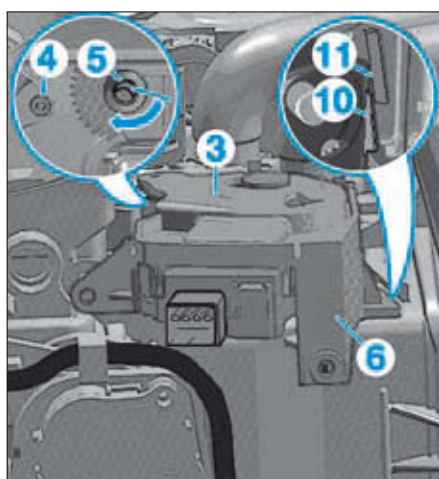
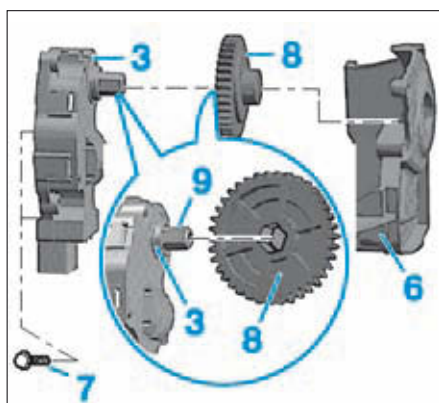

FIG. 38
FIG. 39
- Débrancher le connecteur (1).
- Déposer les vis (2) du servomoteur (3).
- Déposer l'axe (4) du servomoteur (3) du segment denté de l'arbre du volet de mélange d'air (5) (Fig.38).
- Déposer le support (6) avec le servomoteur.
- Déposer les vis (7) et désolidariser le servomoteur (3) du support (6) (Fig.39).
- Extraire le pignon (8) de l'arbre (9) du servomoteur.
- Insérer le pignon (8) sur l'arbre (9) du servomoteur (3) (Fig.39).
- Tourner le segment denté (5) de l'arbre du volet de mélange d'air jusqu'en butée dans la position illustrée en le tournant dans le sens de la flèche (Fig.38).
- Placer le guidage (10) sur le support avec le servomoteur dans le logement (11) du bloc de climatisation.
- Pousser le support (6) et installer l'axe (4) sur le support du servomoteur dans le segment denté (5) de l'arbre du volet de mélange d'air.